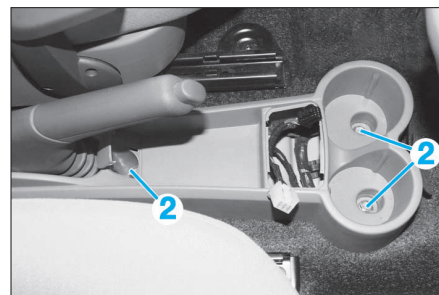

FIG. 28
- Déposer les écrous de fixation (2) (Fig.28).